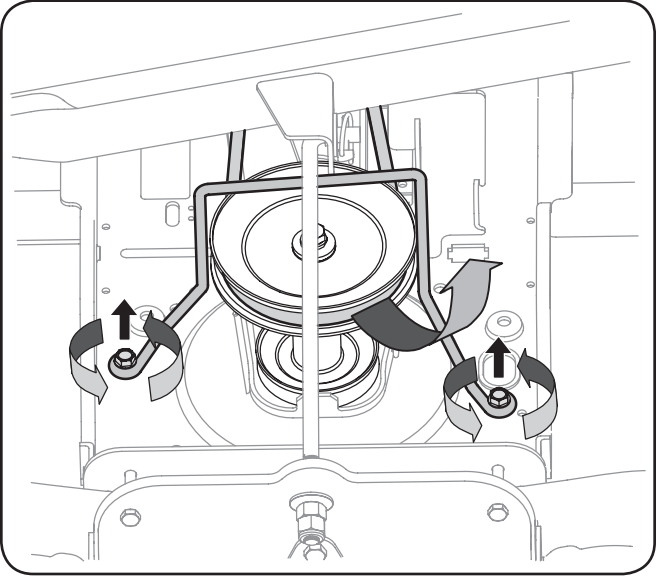

Figure 7-1 (Modèles avec prise de force manuelle illustrée)
- 11. Remettez le dispositif de protection de la courroie en place. Voir la Figure 7-1.
3. Localisez la poulie motrice (ou de l'embrayage de la prise de force électrique, le cas échéant) sous l'avant du tracteur. Voir la Fig. 7-1.
4. Démontez le dispositif de protection de la courroie et la courroie comme suit. Voir la Fig. 7-1.